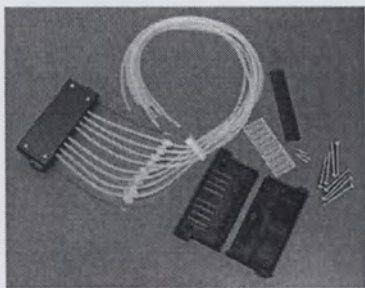

Рисунок 5-34. Детали, относящиеся к верхней части кассеты для диспенсирования
6. После того как нижняя часть кассеты смонтирована, положите оставшиеся детали, относящиеся к верхней части кассеты, на лабораторный стол (рисунок 5-34).